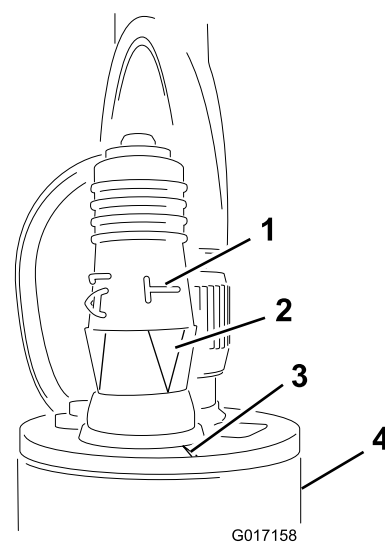

Figura 14
- Instale a tomada de programação no sensor (Figura 14).
Importante: Certifique-se de que alinha a seta inferior por baixo dos "T" laterais no entalhe da extremidade superior do sensor (Figura 14).